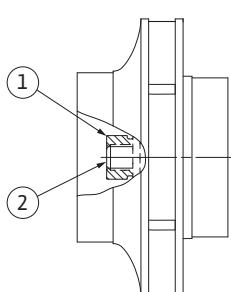

Fig. 53: Position correcte de l'écrou de blocage de roue après le montage
29. Maintenir l'arbre (voir l'étape 24) et serrer l'écrou de blocage de roue au couple de serrage prescrit (voir liste «Tableau 11 : Couples de serrage des vis» à la page 180). L'écrou (fig. 53, pos. 1) doit être au contact à env. $\pm 0,5$ mm avec l'extrémité de l'arbre (fig. 53, pos. 2). Si ce n'est pas le cas, desserrer l'écrou et répéter les étapes 25 à 29.